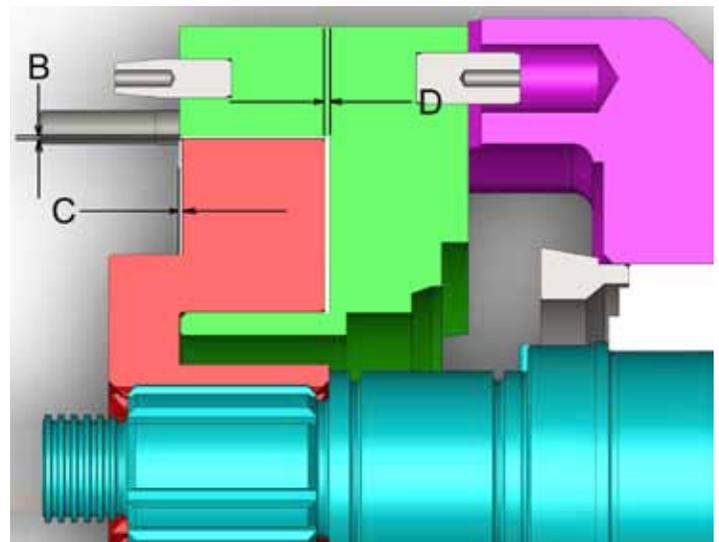

Figura 62 – Rotor a Cuerpo Tolerancias
8. Vea los tolerancias: rotor a cuerpo, dimensiones "B", rotor a cara frontal, dimensiones "C", y rotor a backface, dimensiones "D". Si los tolerancias no esta corecto , disasemblija bomba a to recibir el corecto tolerancia, Figura 62.